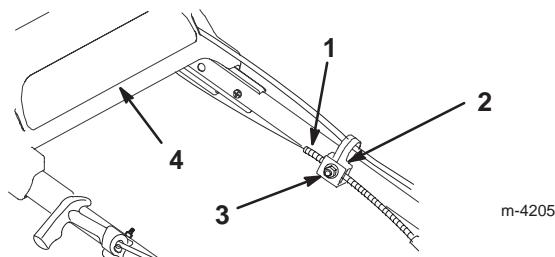

Figure 27
- Desserrer l'écrou du support de câble (Fig. 27).
- Repousser le mancheron supérieur vers l'arrière aussi loin que possible, maintenir toujours le support de traction enfoncé et tirer la gaine de câble vers le bas (vers la tondeuse) jusqu'à ce qu'il n'y ait plus de mou dans le câble (Fig. 27).
- Resserrer l'écrou du support de câble (Fig. 27).